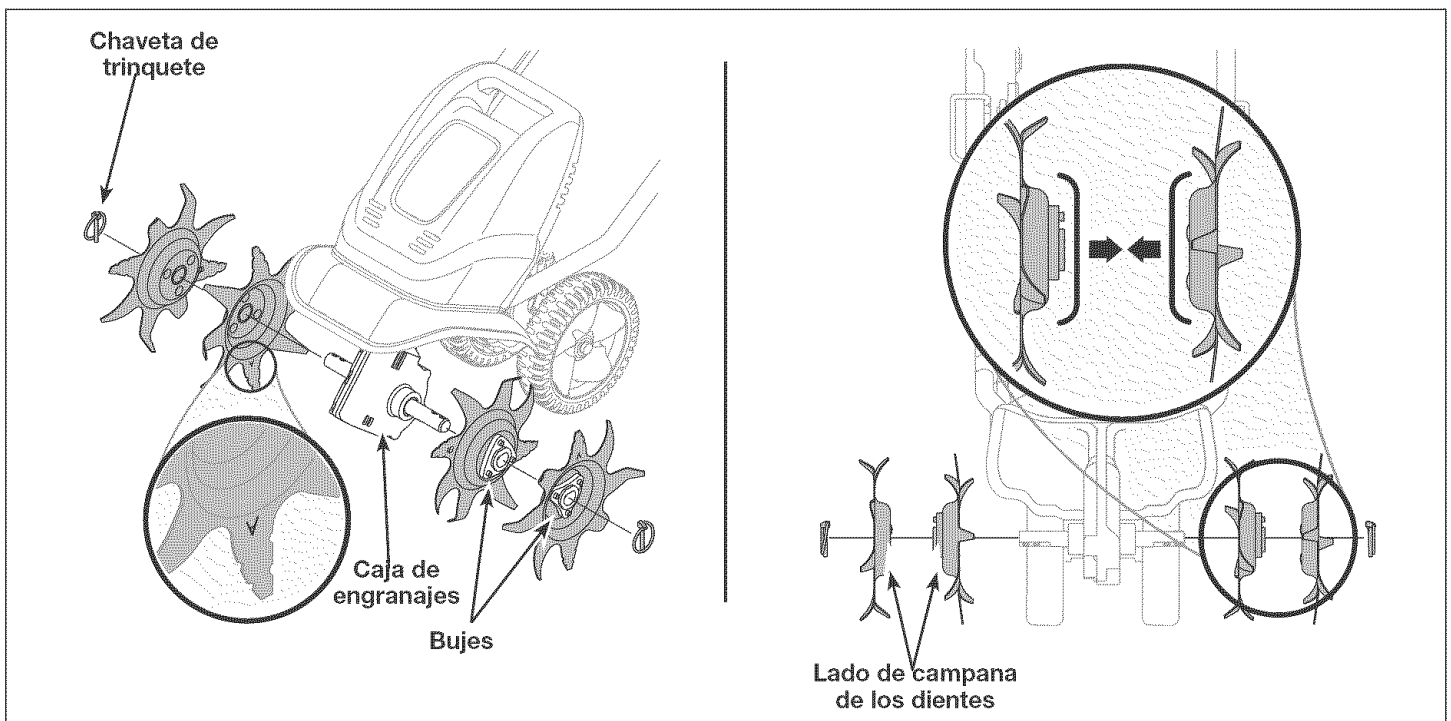

Fig. 9
NOTA: Cada montaje de dientes está estampado con "A" o "B" (Fig. 9). Tome nota de la ubicación de cada diente en el eje para facilitar su montaje de nuevo.
- Los extremos de campana en cada uno de los montajes (en cada eje) deben estar uno frente a otro (Fig. 9).
- El buje de cada montaje de dientes (Fig. 9) debe estar orientado hacia afuera (lejos de la caja de engranajes de la cultivadora).